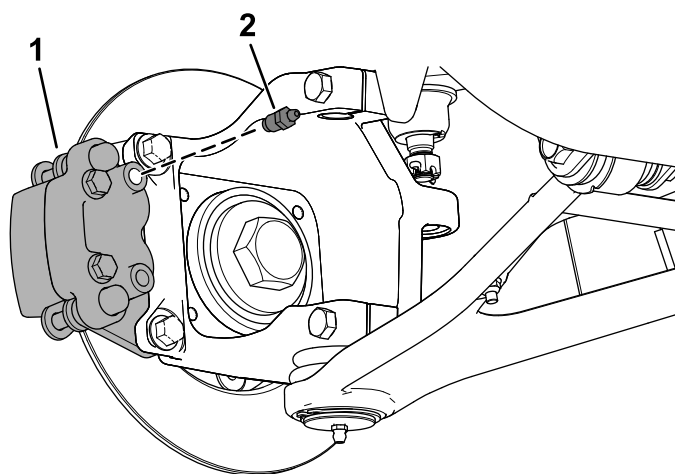

図 10
7. ブレーキキャリパアセンブリの上部にある穴にブリードねじを取り付ける 図 10。